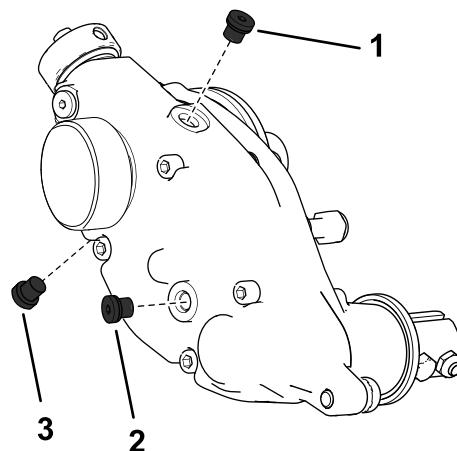

Figura 22
3. Retire el tapón de llenado del lado de la carcasa y afloje el tapón de ventilación de aire en la parte superior, de modo que pueda pasar el aire (Figura 22).
2. Retire el tapón de vaciado en la parte inferior de la carcasa (Figura 22).
7. Coloque el tapón de vaciado (Figura 22).